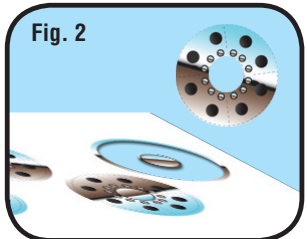

Fig. 2
1. Punch out die-cut Wheel Cover, remove center wheel hub cutout (Fig. 2) and test fit on wheel. Wheel Cover should not overlap the wheel's hub. Enlarge hub cutout area if needed.
1. Déposer pré-découpée couvres de roue et centre moyeu de roue découpe (Fig. 2) et le monter sur la roue. Couvres de roue ne pas se chevaucher la roue du moyeu. Agrandir moyeu de roue zone de découpe si nécessaire.